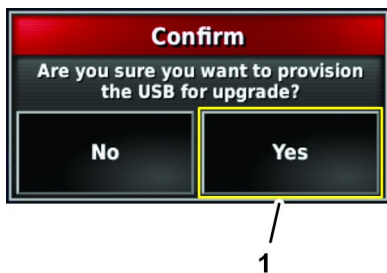

Figura 21
6. En el cuadro de diálogo Confirmar, pulse el icono Sí (Figura 21).